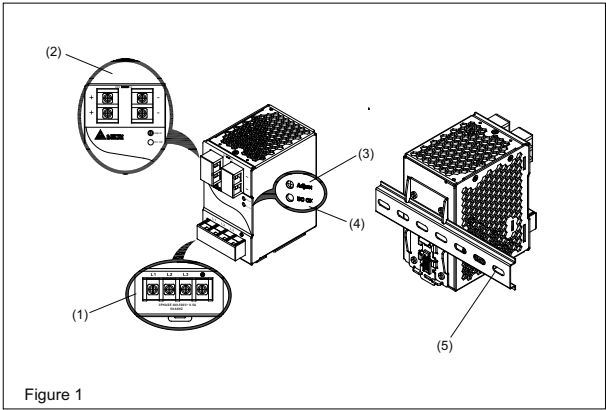
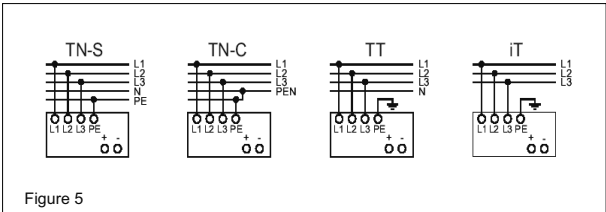

Figure 1
Figure 5
2. Gerätebeschreibung (Abb. 1)
5.1. Anschluss der Eingangsklemmen (Abb. 1, Abb. 5)
Verwenden Sie die Eingangsklemmen L1, L2, L3 und PE (Schutzleiter), um den 3-phasigen 400-500VAC-Anschluss herzustellen. Abb. 5 zeigt den Anschluss an die unterschiedlichen Netztypen.
5.2. Anschluss der Ausgangsklemmen (Abb. 1 (2))
Verwenden Sie die Schraubklemmen „+“ und „-“, um den 24VDC-Anschluss herzustellen. Am Ausgang stehen 24VDC zur Verfügung. Die Ausgangsspannung kann am Potentiometer zwischen 22 und 28VDC eingestellt werden. Die grüne LED „DC OK“ zeigt die korrekte Funktion des Ausgangs an (Abb. 1 (4)). Das Gerät verfügt über einen Kurzschluss-, Überlast- und Überspannungsschutz, der auf 35VDC begrenzt ist.